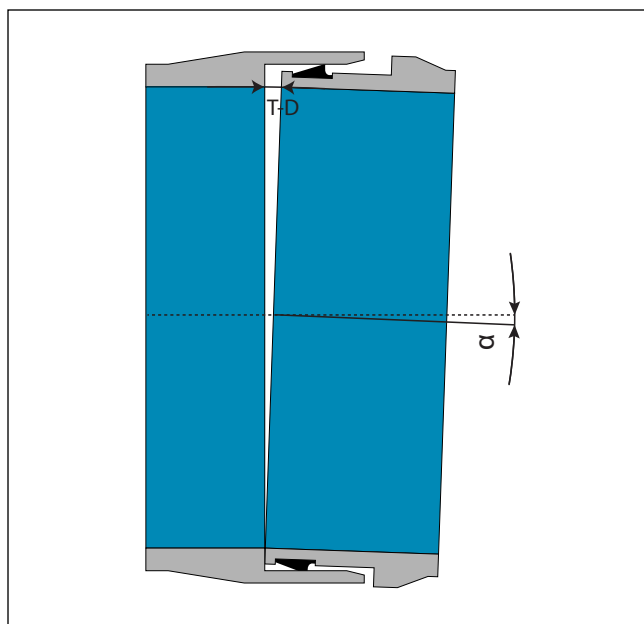

Abb. 32: Zulässige Abwinklung bei Standard-Glockenmuffe-Spitzende-Verbindung
Der maximale zulässige Auszug (T) (Abb. 32) für den Betriebszustand darf die in Tabelle 1 angegebenen Werte an jedem Anschluss nicht überschreiten. Dies kann genutzt werden, um allmähliche Änderungen der Leitungsrichtung (gebogene Verlegung) auszugleichen. Die Rohre sind in gerader Linie zu verbinden und anschließend nach Bedarf winklig abzulenken.